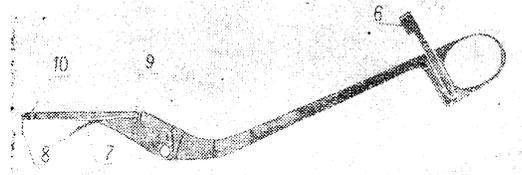

Рис. 2.
К верхней бранше (см. Рис. 2) крепятся: гибкая часть кремалеры (6), рессорная пружина (7) и толкатель (8). Пружина и толкатель закреплены винтом (9 и 10).